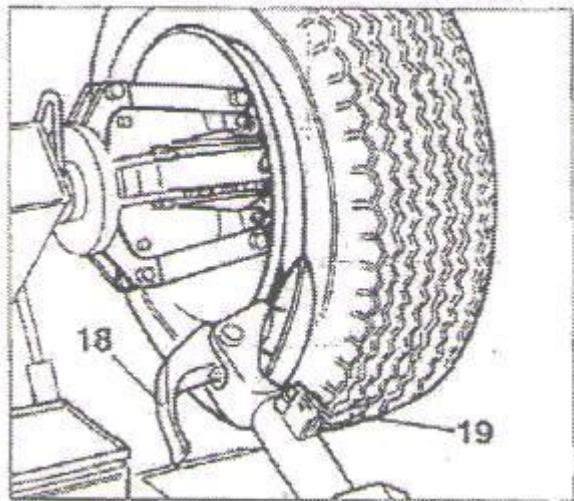

Рис. 7.4
- 7) Используя нижний рычаг управления (15, рис. 6.2), сложить держатель в нерабочее положение, переместить и зафиксировать его в этом положении (рис. 7.4).
ПРИМЕЧАНИЕ. В процессе отрыва борта шины монтажную головку (18, рис. 7.4) можно вывести из рабочей зоны.